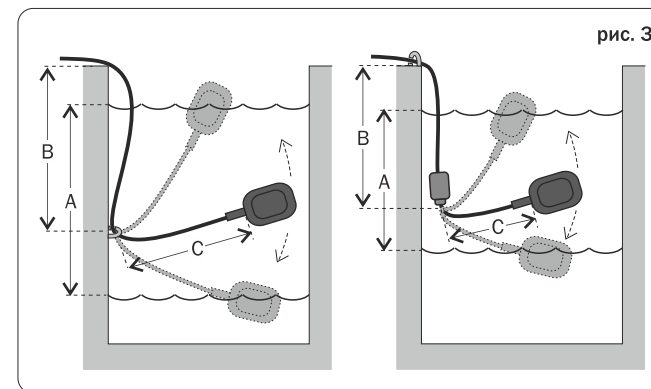

рис. 3
При настройке работы выключателя важное значение имеют следующие величины (рис.3):
- Расстояние от точки перегиба до корпуса поплавка (С). От данной величины напрямую зависит рабочий диапазон (А). На рис.3 показано, как с уменьшением длины (С) уменьшается и рабочий диапазон (А).